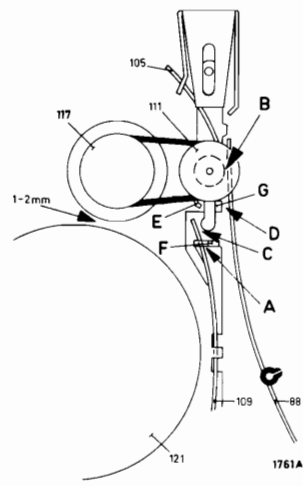

Fig. 5
- Is de stroomtoename minder dan 8 mA dan moet de aandrukkracht van de poelie van de opspoelfrictiebeugel 133 tegen de rechter spoelschotel worden verlaagd tot uiterlijk 70 gr (zie fig. 5).
Controle van het omspoelmechanisme (zie fig. 5)